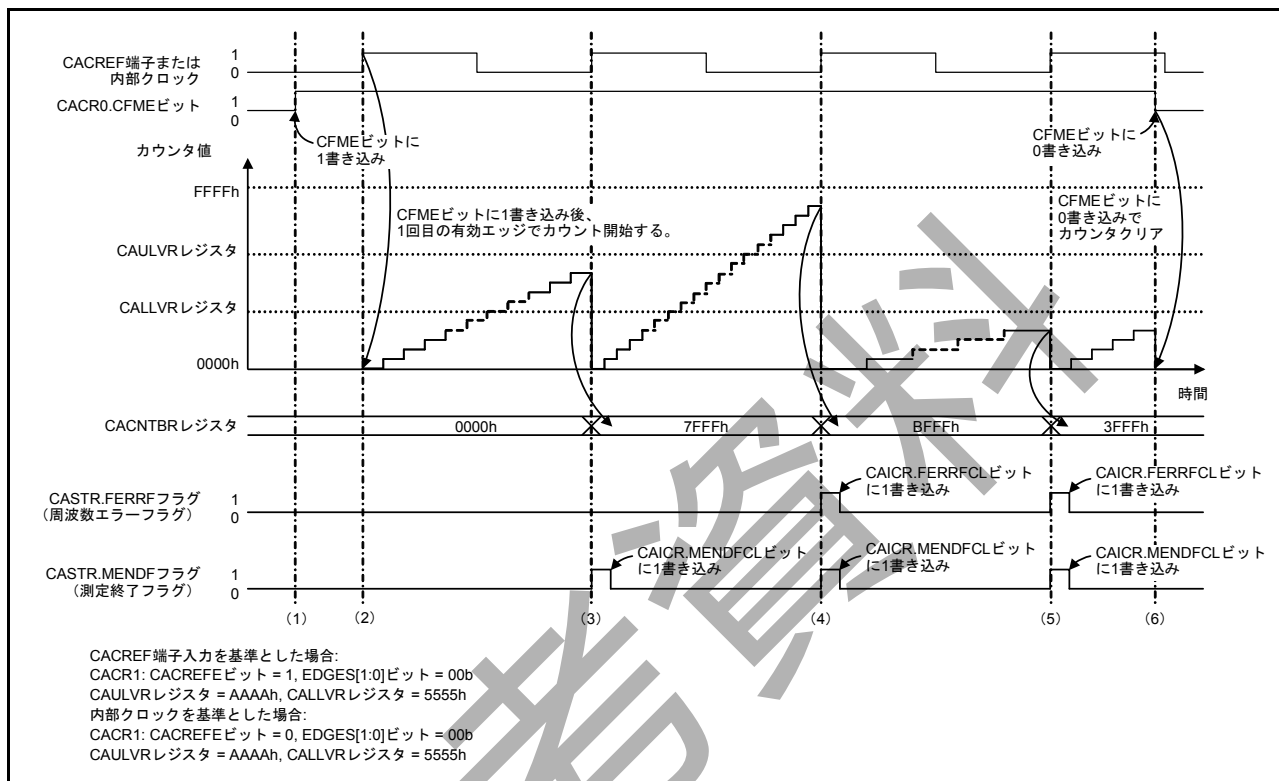

図 9.2 クロック周波数精度測定回路の動作例
クロック周波数精度測定回路は、CACREF 端子入力または内部クロックを基準として、クロック周波数を測定します。図 9.2 にクロック周波数精度測定回路の動作例を示します。
クロック周波数精度測定回路は、クロック周波数の測定時に、図 9.2 のように動作します。
2. CACR1.EDGES[1:0] ビットで選択した有効エッジが測定基準クロックから入力されると、タイマがカウントアップを開始します。図 9.2 に示すように、有効エッジは立ち上がりエッジ (CACR1.EDGES[1:0] = 00b) です。